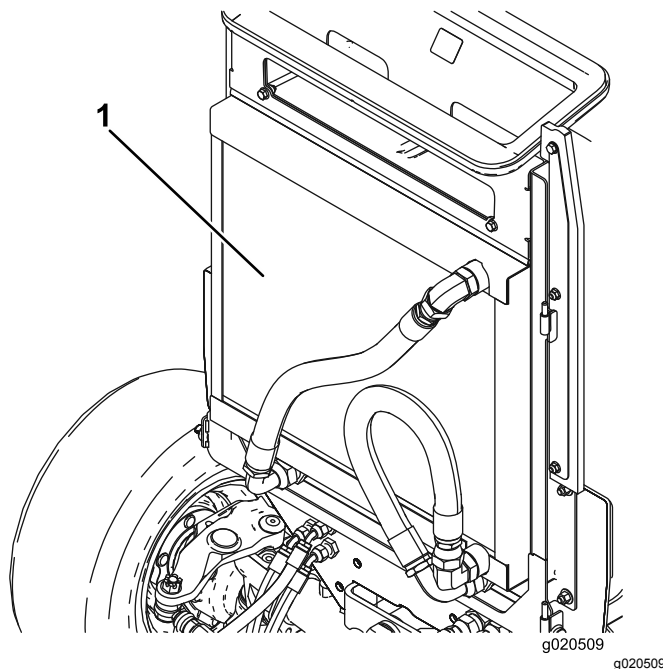

Рисунок 91
4. Тщательно очистите обе стороны маслоохладителя и радиатора сжатым воздухом (Рисунок 91).